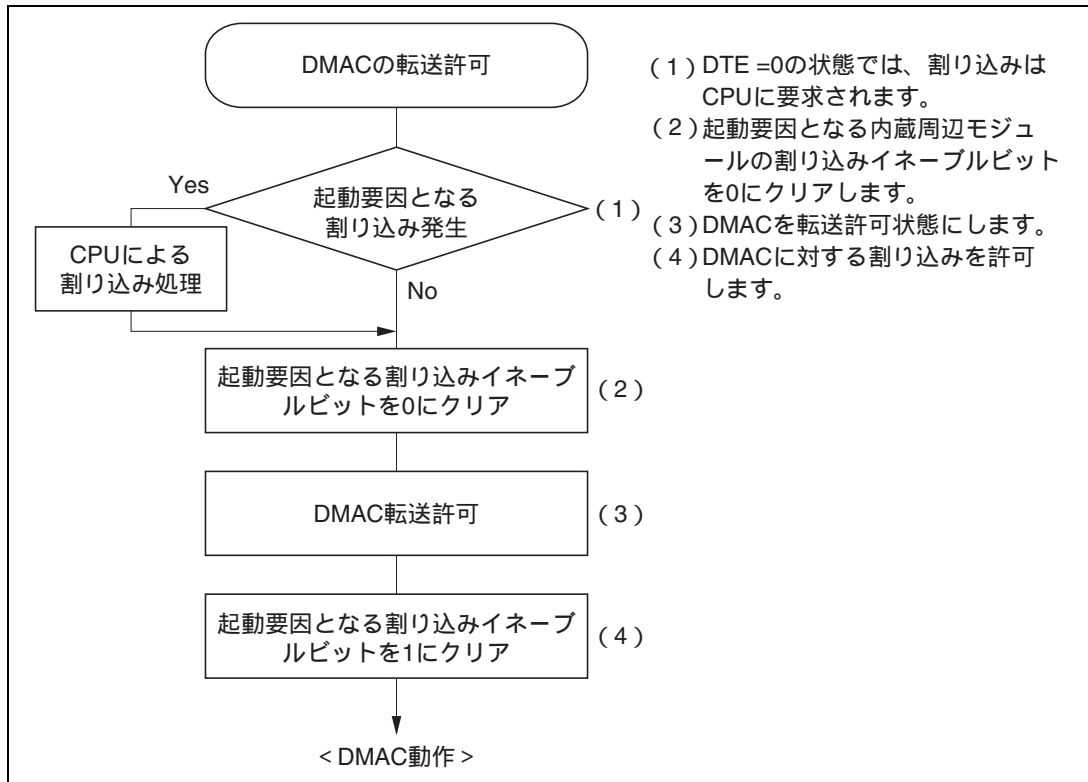

図 7.26 内蔵周辺モジュールが動作中に DMAC を転送許可状態にする場合の手順例
- (1) 内部割り込みでDMACを起動する場合、起動要因を選択してからDMACを転送許可状態にするまでの期間に選択した起動要因が発生しないようにしてください。すなわち、DMACを転送許可状態にした後、起動要因となる内蔵周辺モジュールを動作させてください。内蔵周辺モジュールの動作中にDMACを許可状態にする場合、図7.26の手順で行ってください。
なお、DTE=1 なおかつ DTME=0 の状態では、DMAC は停止状態であり、また CPU にも起動要因となる割り込みは要求されません。たとえば、NMI 割り込みにより、DMAC を停止状態にした場合は、起動要因となる割り込みは CPU には要求されません。このとき、DMAC 動作を打ち切る場合には、DTE ビットを 0 にクリアし、CPU に割り込みを要求させてください。DMAC 動作を継続する場合には、DTME ビットを 1 にセットする前後で、図 7.26 の (2)、(4) の操作を行ってください。
- (2) 16ビットタイマの割り込み要求でDMACを起動する場合、割り込みによって起動されるDMA転送が終了するまで、次の割り込みが発生しないようにしてください。1つの16ビットタイマの割り込み要求で複数チャンネルを起動する場合には、起動されるすべてのDMA転送が終了するまで、次の割り込みが発生しないようにしてください。転送が終了するまでに次の割り込みが発生すると、その割り込みを選択しているチャンネルが以降の起動要求を受け入れなくなる場合があります。